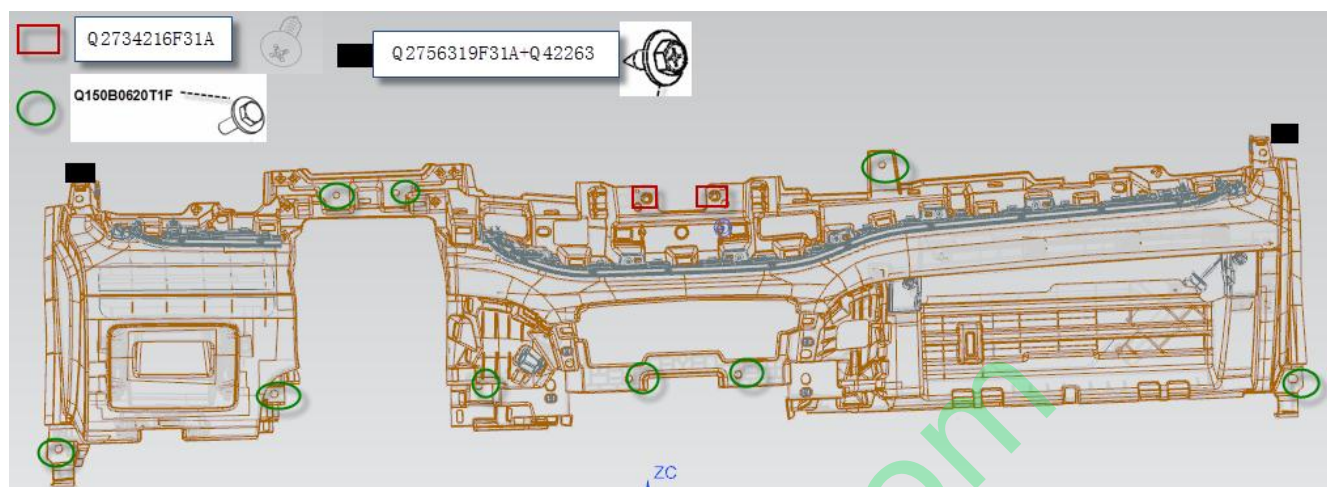

图 1.5.12 仪表板下本体总成
- (1) 拆卸前应了解仪表板下本体结构及各紧固元件位置（见图 1.5.12）
- (2) 用十字螺丝刀将两个十字槽凹穴六角头自攻螺钉(Q2756319F31A+Q42263)和两个螺钉（Q2734216F31A）拆卸下来，用六角套筒（10 号）将 9 个六角头螺栓(Q150B0620T1F3A+Q40206)拆卸下来。
- (3) 确认与线束连接全部断开后,即可沿 X 方向将仪表板下本体拆分下来。